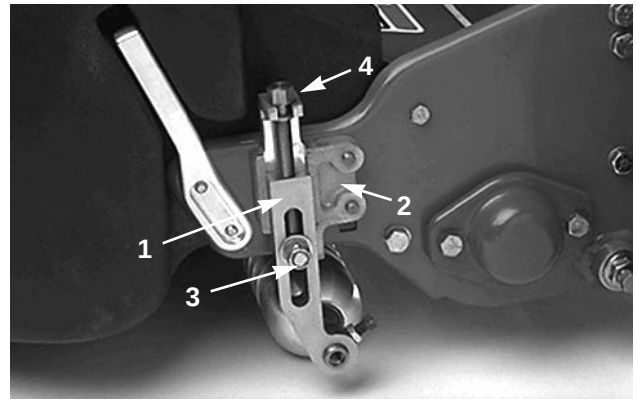

Fig. 6
2. Løsne låsemutterne som holder klippehøydebrakettene til sideplatene (fig. 6).